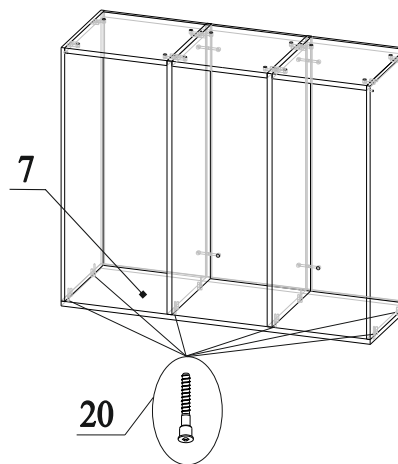

Рис.15
25. Соединить деталь 7 с деталями 4, 5 и 6, закрутив конфирматы 20 (рис.15);